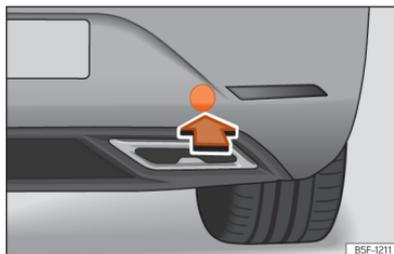

Abb. 214 Auf der rechten Seite des hinteren Stoßfängers: Abdeckung entfernen.
Die Abschleppöse wird in die hinter einer Abdeckung auf der rechten Seite des hinteren Stoßfängers befindliche Aufnahme eingeschraubt » [Abb. 214].
- Auf den unteren Bereich der Abdeckung » [Abb. 214] drücken, um die Verrastung zu lösen.